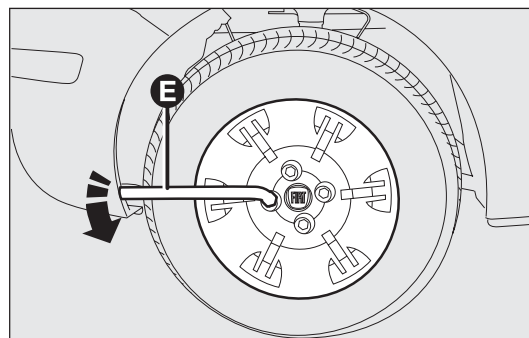

fig. 123
- desserrer d'environ un tour les boulons de fixation de la roue à remplacer à l'aide de la clé fournie E-fig. 123 ;